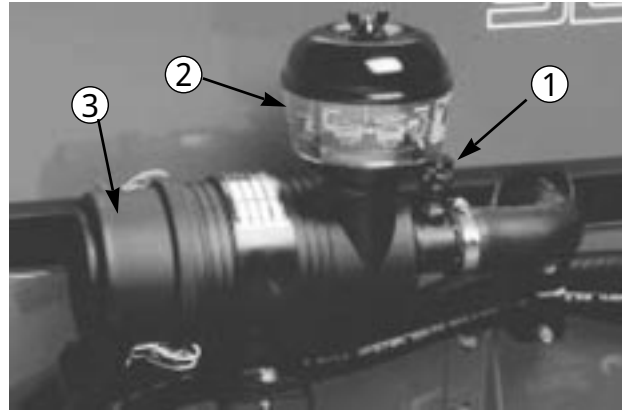

図 46
2. 通常の運転条件では400運転時間ごと、またはインジケータ（図46）の色が赤に変わったら直ちにフィルタの整備を行う。運転条件の悪いところでは整備間隔を短くするが、あまり頻繁におこなうのは良くない。
1. 蝶ナットを取り、カバーと容器（図46）を分離する。
#### 9. インジケータ (図46) が赤になっていればリセットしておく。